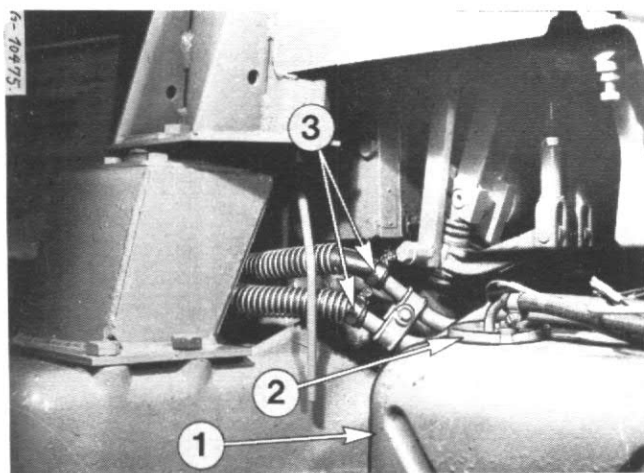

Fig. 12
- 1.5 Réservoir de combustible, Fig. 12.
- 1.6 Transmetteur, Fig. 12.
1.5 Dépose du réservoir de combustible (Fig. 12).
- Déconnecter les tuyaux de chauffage (3).
1.6 Dépose du transmetteur du réservoir (Fig. 12)